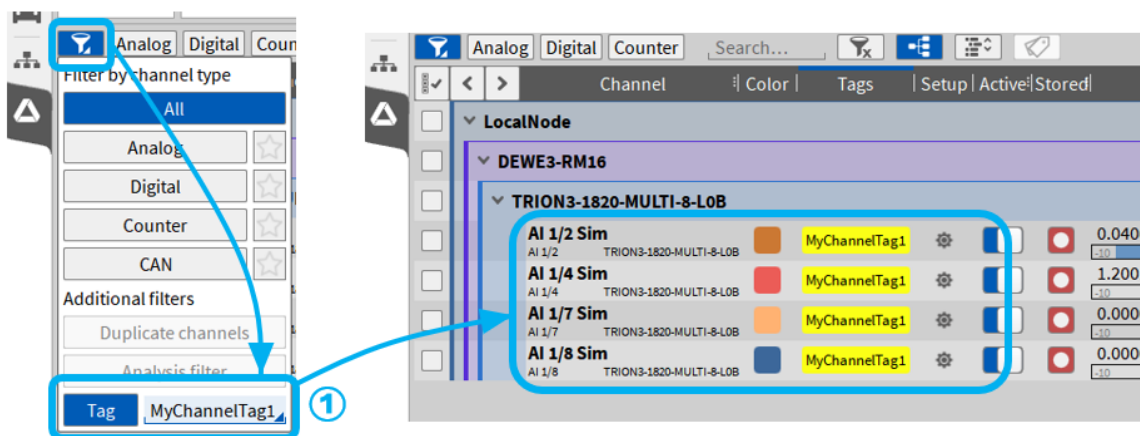

Abb. 7.14: Kanal-Tags in Filteroptionen
Wenn mindestens ein Kanal-Tag definiert wurde, wird eine zusätzliche Option für die Kanal-Tags im Abschnitt „Filteroptionen“ der OXYGEN-Kanalliste angezeigt (siehe ① in Abb. 7.14). Nach Auswahl eines Tags werden in der Oxygen-Kanalliste nur die Kanäle aufgelistet, die dem jeweiligen Tag zugewiesen sind.